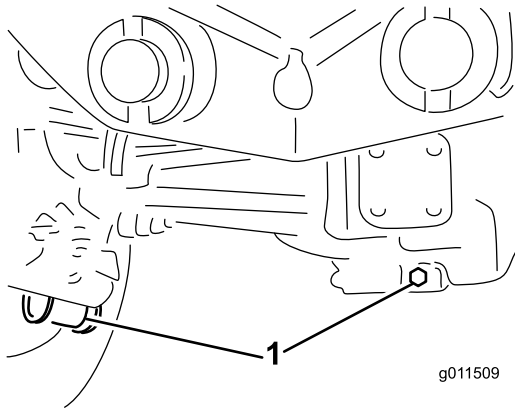

Figura 90
2. Pulite attorno ai tre tappi di spurgo, uno per lato ed uno in centro (**Figura 90**).